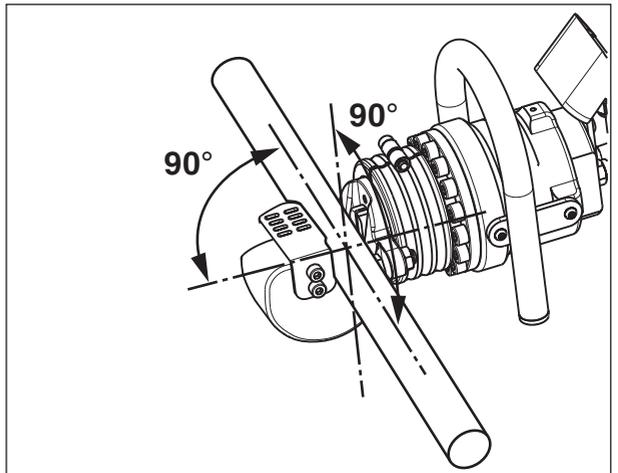

Abbildung 7, Positionierung des Materials im Schneidkopf
Positionieren Sie das zu schneidende Material so zwischen den Messern des Schneidgeräts, dass es sich parallel zur Kolbenachse befindet, siehe Abbildung 7. Dadurch erhält man bei geringster Belastung des Schneidgeräts die beste Schnittleistung.
3. Positionieren Sie das zu schneidende Material zwischen dem feststehenden und dem beweglichen Messer. Stellen Sie sicher, dass es sich parallel zur Kolbenachse befindet, wie in Abbildung 7 gezeigt. Für weitere Informationen siehe die Anweisungen in Abschnitt 8.5.